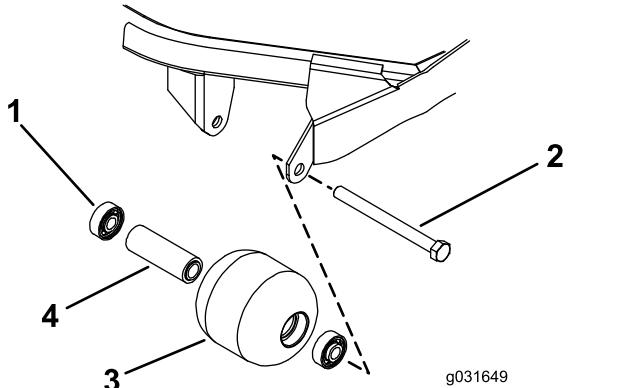

図 75
- ローラ取り付けボルトを外す図 75。
- ローラハウジング、ベアリング、ベアリングスペーサに破損がないか点検する図 75。
1. アウターレースのみを押すか、インナーレースとアウターレースを均等に押すかして、最初のペアリングをローラハウジングに押し込む図 75。
2. スペーサを入れる図 75。
3. アウターレースのみを押すか、インナーレースとアウターレースを均等に押すかして、第二のペアリングをローラハウジングに押し込んでスペーサと接触させる図 75。